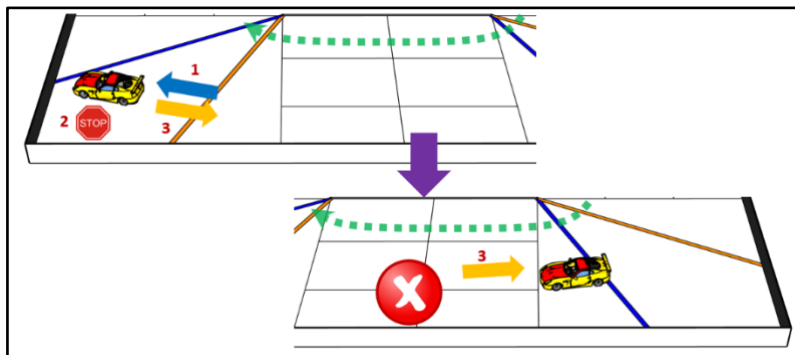

Bild 19: Roboter fährt mehr als 2 Abschnitte entgegen der Fahrtrichtung
9.5.5. das Roboterauto über mehr als zwei Abschnitte **entgegen der Fahrtrichtung** gefahren ist (s. Bild 19). **Diese Regel gilt ebenfalls für die Park-Challenge und das Einparken nach 3 gefahrenen Runden.**